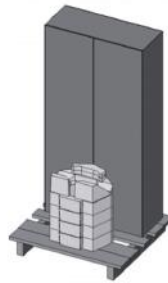

ABB. 2 - FRACHTSTÜCK FEUERFESTE TEILE UND KARTON MIT SEITENTEILEN UND ABDECKUNG
- Eine Palette mit den feuerfesten Teilen, Abb. 2.